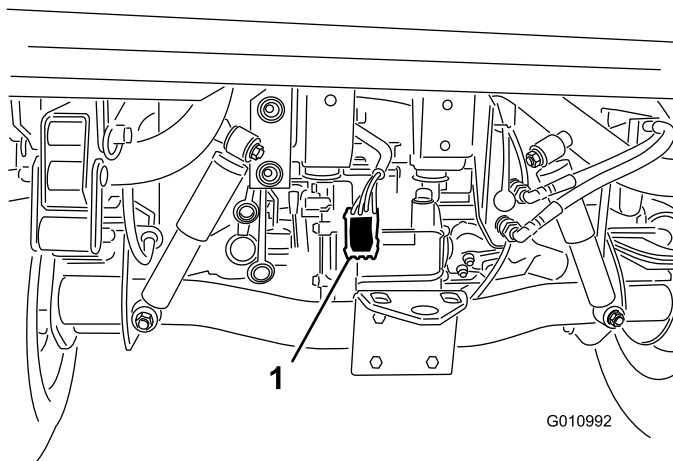

Figura 7
4. Pase el arnés de cables junto al arnés principal del vehículo hasta la parte trasera del vehículo (Figura 7).